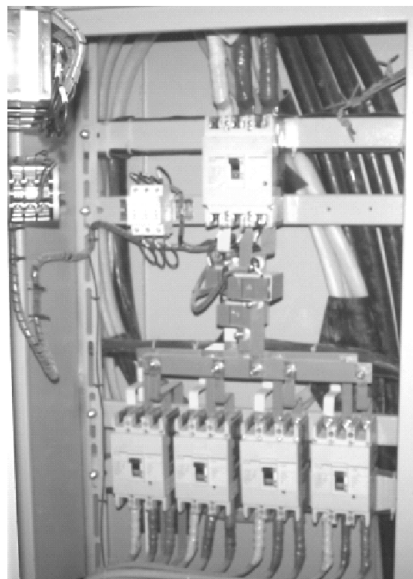

图 8-50 动力配电箱的内部结构
答: ① 动力配电箱的型号含义表示如下, 其内部结构如图 8-50 所示。